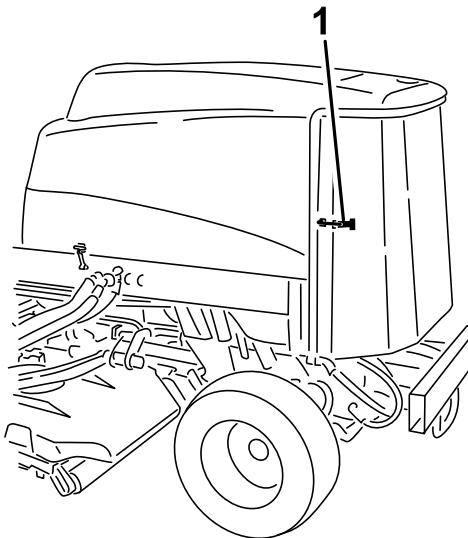

Figura 85
3. Sbloccate la griglia posteriore ed apritela (Figura 85).